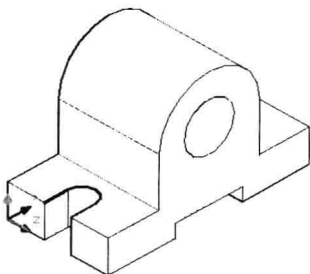

图 8-4-7
(12) 将光标移至模型下方，单击，此时在模型上挖除多段线区域内的实体部分，如图 8-4-7 所示。